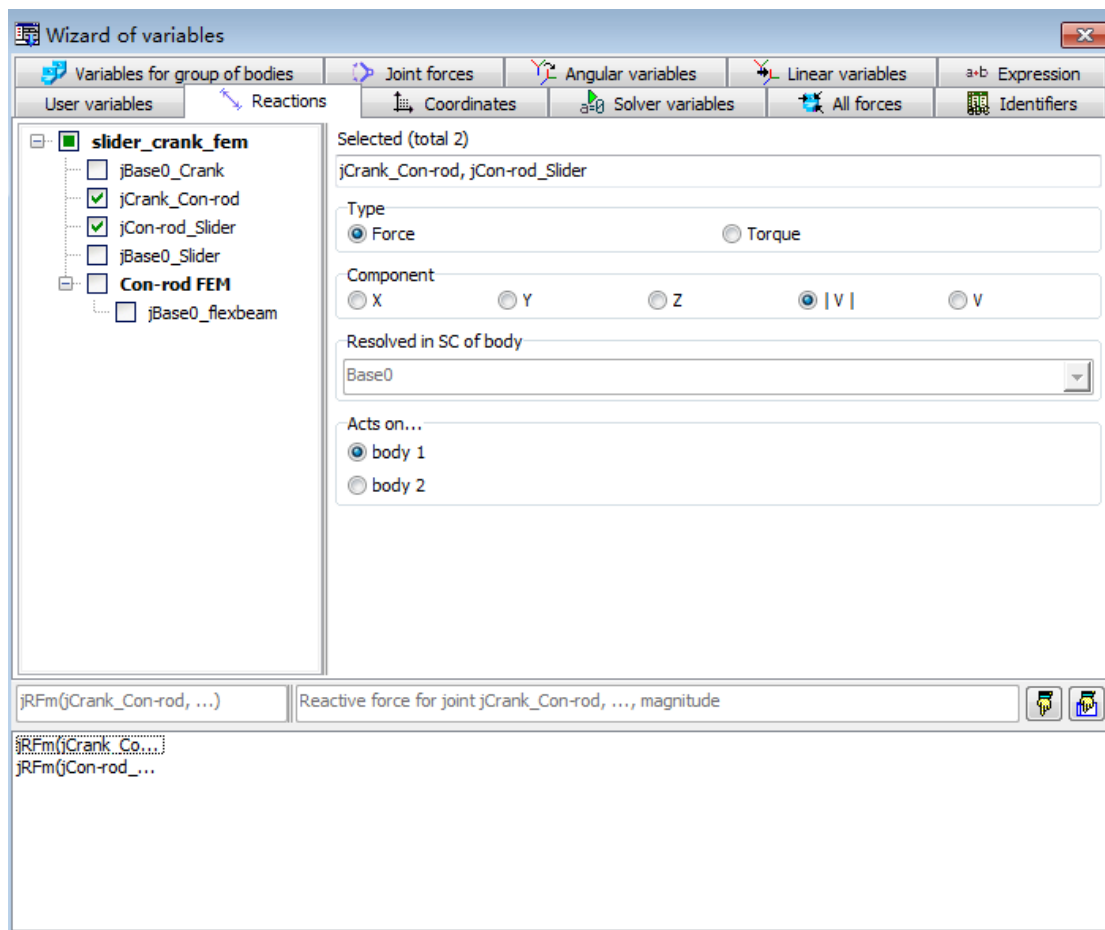

图 1.28
8. 选择菜单 **Tools | Wizard of variables**，打开变量向导，创建两个支反力 **jCrank_Con-rod** 和 **jCon-rod_Slider**，如图 1.28 所示 (**Reaction** 页面)，并拖入绘图窗口，然后关闭变量向导。